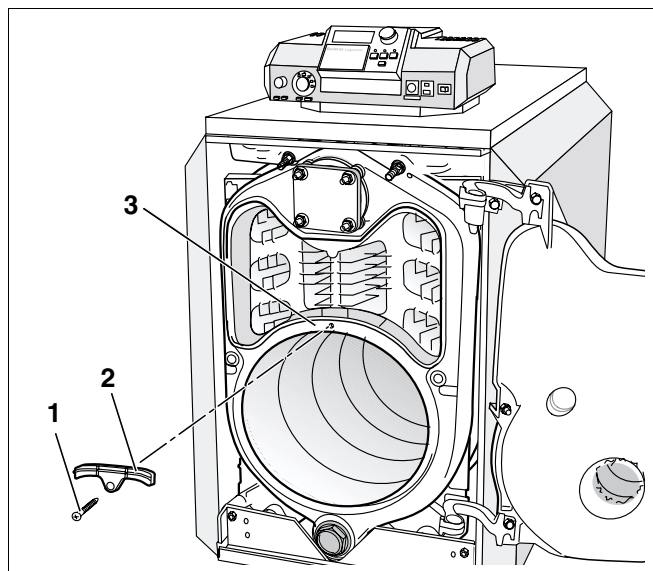

Fig. 69 Se îndepărtează placa de blocare pentru gaze
- Se îndepărtează șuruburile plăcii de blocare a gazelor (Fig. 69, **Poz. 1**).
- Placa de blocare gaze (Fig. 69, **Poz. 2**) de pe elementul frontal al cazanului (Fig. 69, **Poz. 3**) se va scoate.